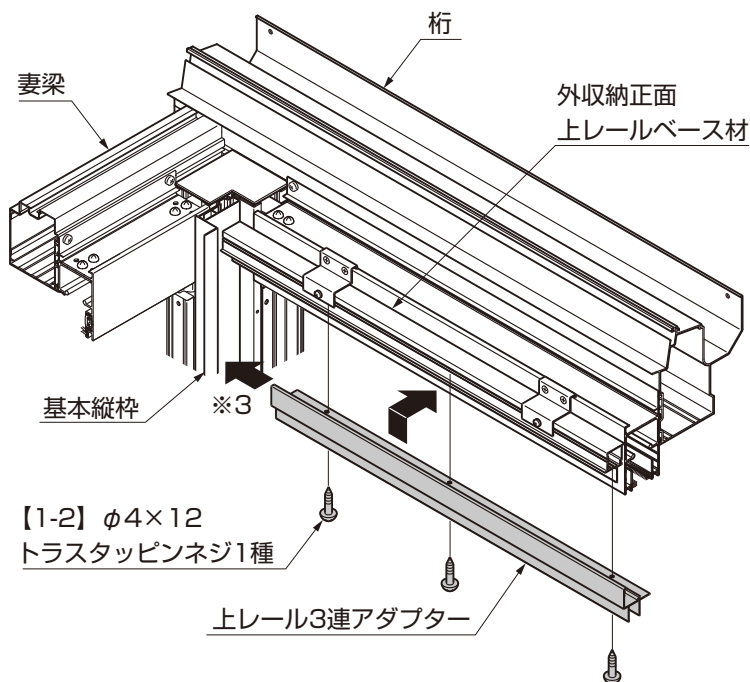

図1-13
- 縦枠部の「のみ込み部」をさけるようにしてはめ込み、取付けた基本縦枠側にスライドしながら位置決めしてください。(※3) (図1-13参照)